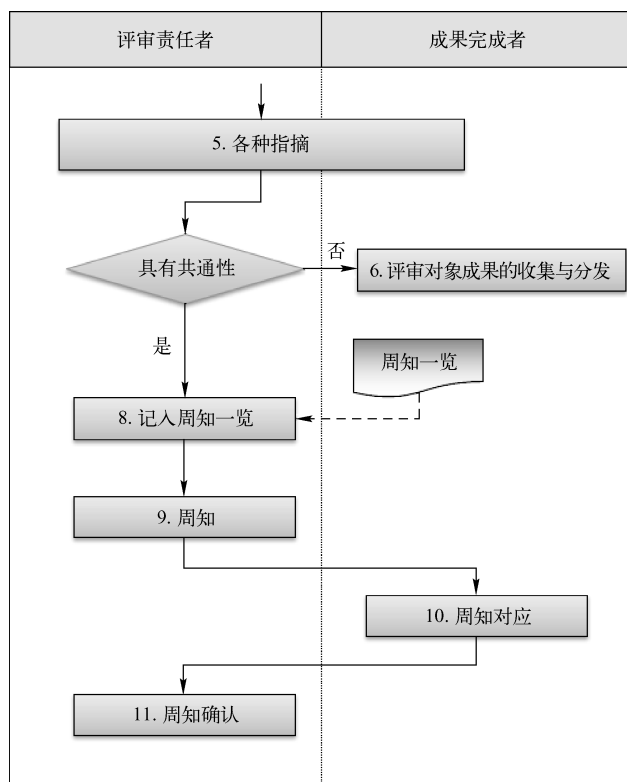

图 3-14 评审中的周知
④ 与客户进行式样规格确认时必须留有记录，并对确认的内容进行回馈。
⑤ 对指摘内容的修正及讨论结果需要再进行确认。
⑥ 在评审过程中发现的共性的错误要及时进行周知教育，其流程如图 3-14 所示。在实